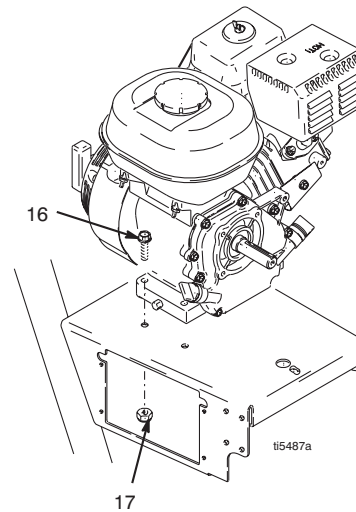

FIG. 13
3. FIG. 13. Retire duas contraporcas (17) e os parafusos (16) da base do motor.
2. FIG. 13. Instale os dois parafusos (16) na base do motor e fixe-os com as contraporcas (17). Utilize um binário de aperto de 26 pol.- lbs (22,6 N.m).
- Fig. 13. Retire dois parafusos (71) e movimente a tampa (130a) para baixo.